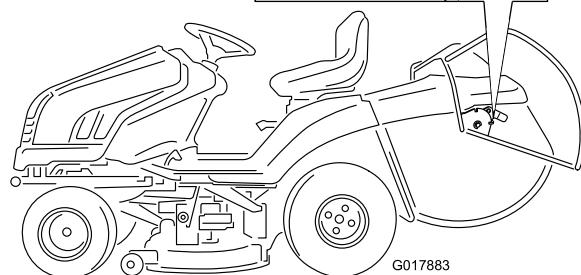
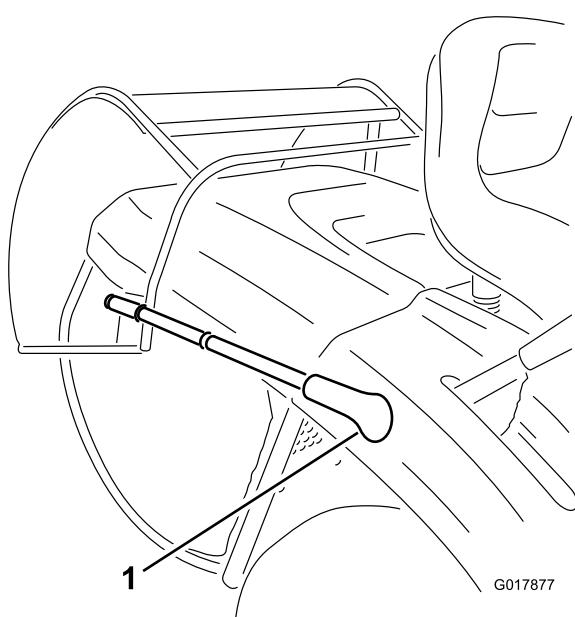

Figure 19
Figure 18
3. Tirez le levier de vidage du bac à herbe vers l'avant pour basculer le bac à herbe (Figure 18) jusqu'à ce que le verrou s'enclenche et bloque le bac à herbe en position ouverte (Figure 19).